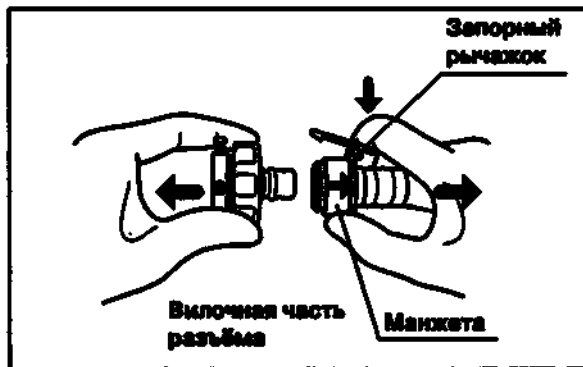

Рис. 3.2
1. Удерживая пальцем запорный рычажок на вентильном конце шланга для подачи воды, оттяните манжету в направлении шланга и извлеките вилочную часть разъёма из розеточной части (см. рис. 3.2).